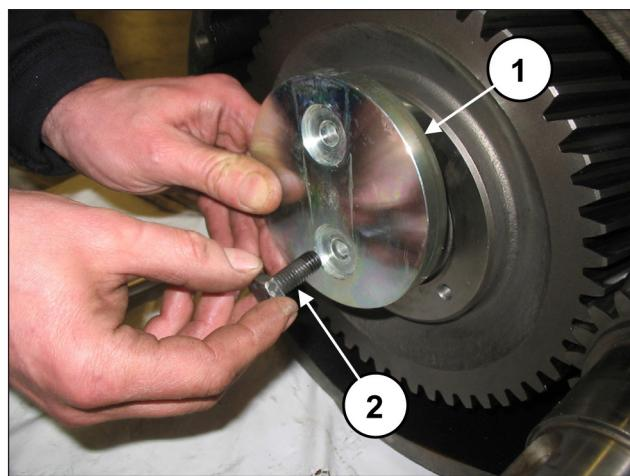

Fig. 63
Fijar el tope de la corona (pos. ①, Fig. 63) utilizando los 2 tornillos M10x25 (pos. ②, Fig. 63).